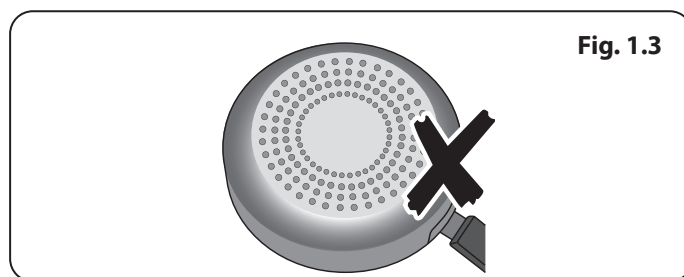

Fig. 1.3
- Pour utiliser toute la puissance de votre plaque à induction et assurer la longévité de ses performances, nous recommandons l'utilisation de poêles et de casseroles pour induction approuvées par AGA Rangemaster. Si vous décidez d'acheter un autre kit de casseroles pour votre cuisinière à induction, nous recommandons fortement d'éviter d'utiliser des ustensiles en aluminium composite avec garnitures en acier, comme illustré à la **Fig. 1.3**. Ce type de conception peut réduire de